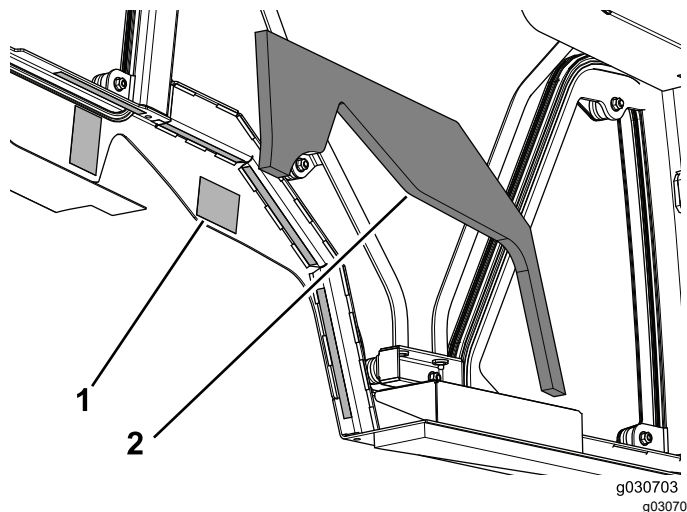

Figure 15
3. Retirez la pellicule protectrice du ruban adhésif double face des deux côtés de la cabine (Figure 15).
4. Appliquez l'élément en mousse gauche du réservoir sur la cabine (Figure 15).